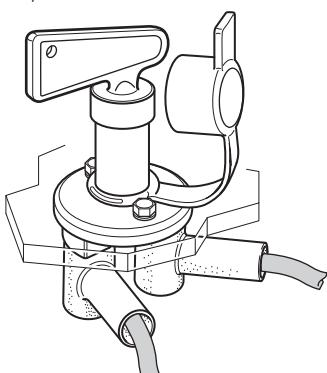

Abb. 51
- Gummischutzkappen auf Anschluss schrauben schieben (Abb. 51.)